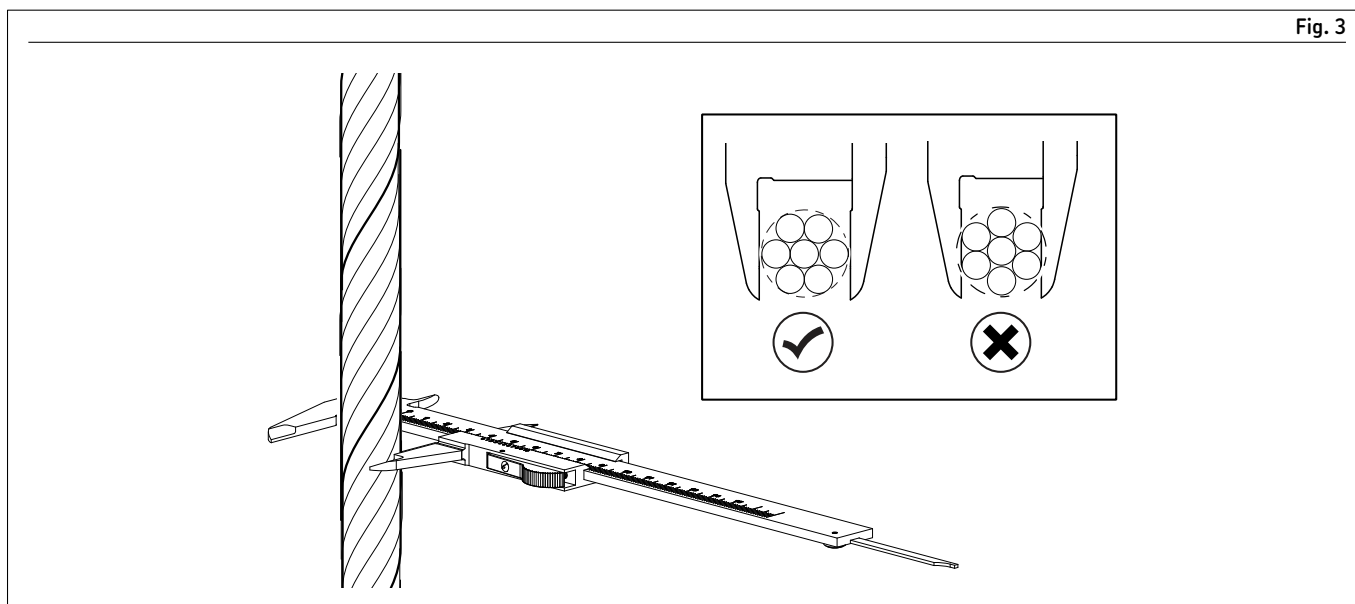

Fig. 3
Diameteren til ståltauet fastsettes av imaginær sirkel som ville omfatte alle trådene i tauet (→ Fig. 3).
- 1 Mål diameteren på ståltauet (→ Fig. 3).